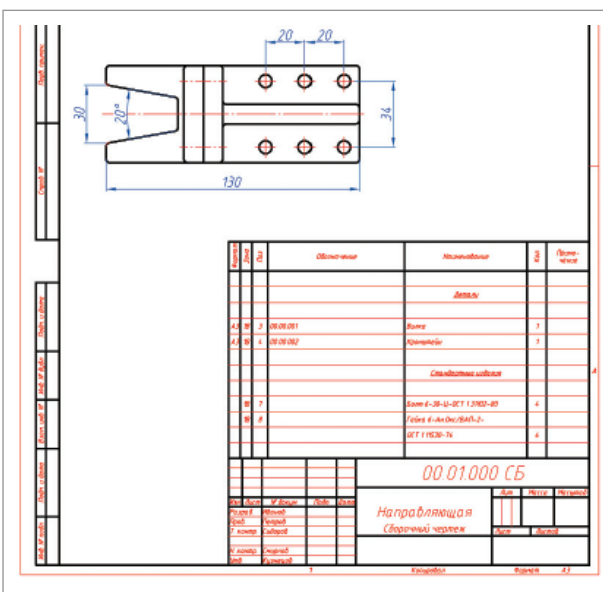

Рис. 11. Встроенная спецификация в паopCAD Механика
- шаблон встроенной в чертеж спецификации, позволяющий формировать таблицу без штампов и размещать ее на любом формате (рис. 11);